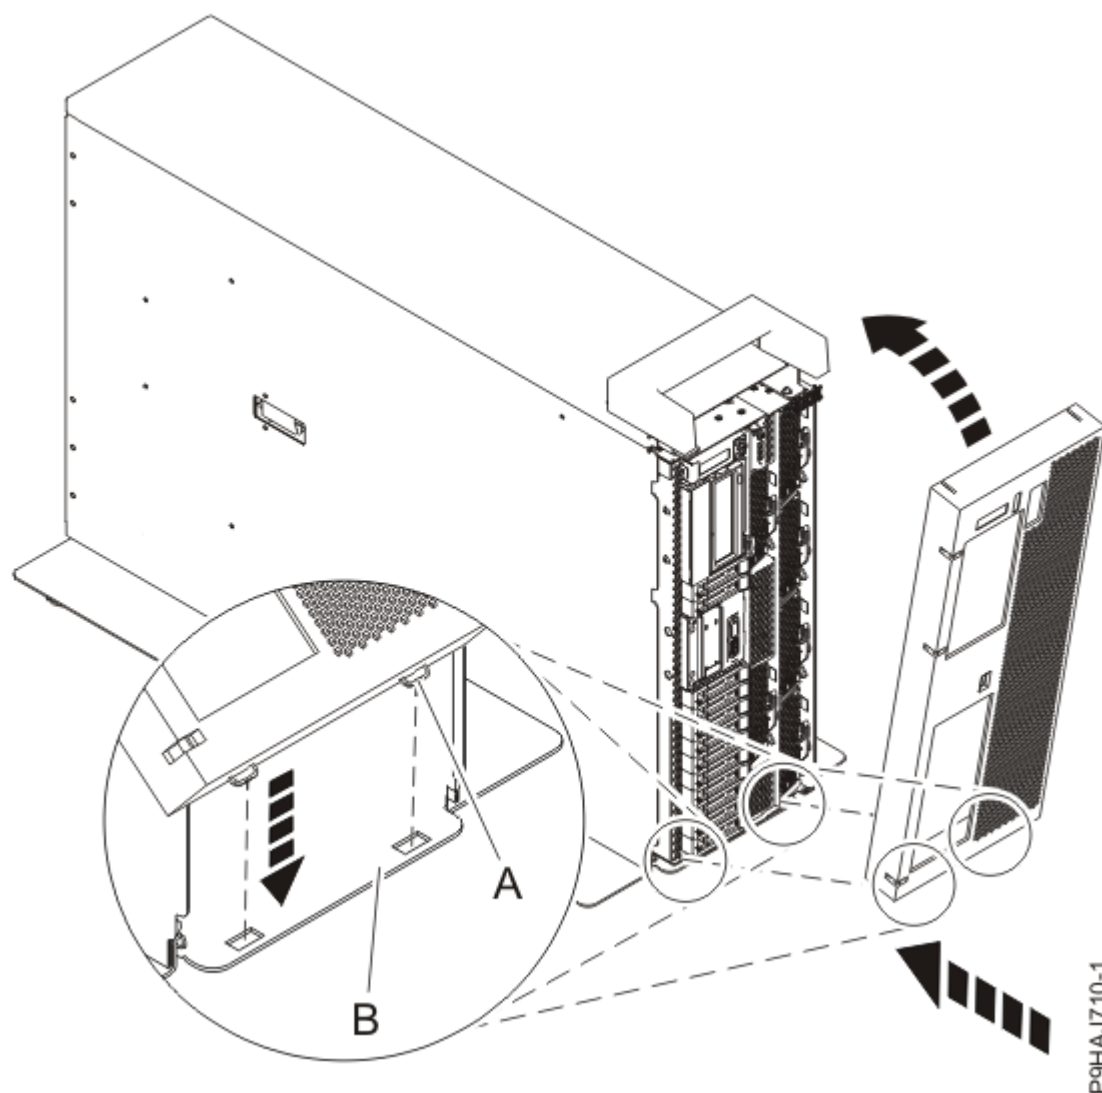

図 30. 前面カバーおよび前面ドアの取り付け
- b) 32 ページの図 30 に示すように、2 つのカバー・タブ (A) がベース・プレート (B) のスロットに収まるように、カバーを位置合わせします。